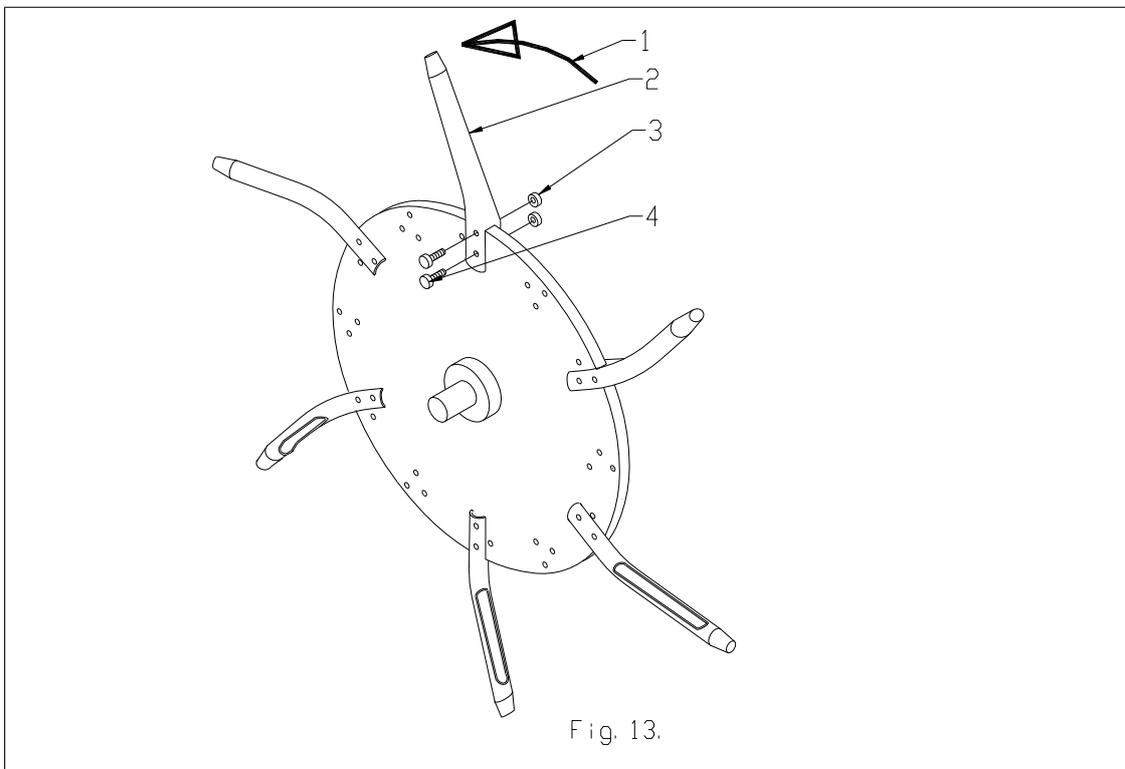

Fig. 13.
11.4 JEU DE DENTS CREUSES (Voir Fig. 13).
Un jeu de dents Creuses #213.120.014 pour le 1700 et 213.220.014 pour le 2200) est disponible pour le rotor standard. Ce jeu contient : 72/96 x dents Creuses (2), 144/192 x écrous (3) et 144/192 x boulons (4). Assemblez-les comme indiqué dans la Fig. 13. Répartissez à égale distance autour des disques. Si vous souhaitez en utiliser 12 par disque, il vous suffit de commander un autre jeu